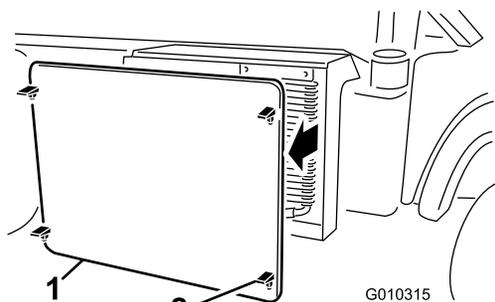

図 31
3. ラジエータースクリーンのラッチを外して、ラジエーター前面から外す 図 31。